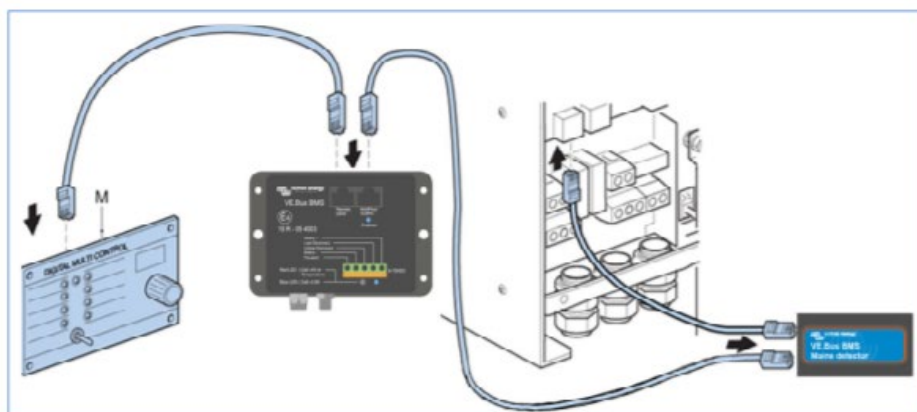

Bild 4: VE.Bus-anlutningar
9. Använd den korta RJ45 UTP-kabeln för att koppla AC-detektorn till ett av de två VE.Bus-uttagen på MultiPlus eller Quattro (se bild 4).